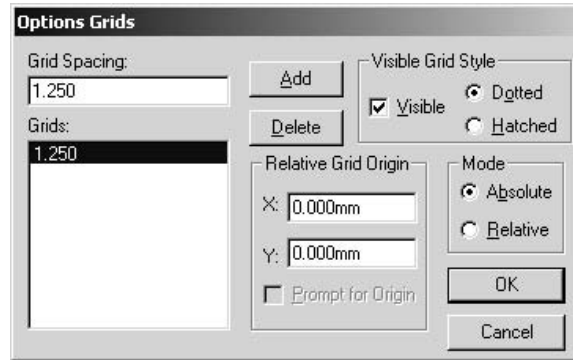

Рис. 3.2.2
2). Установить новую сетку графического редактора с шагом, кратным расстоянию между выводами микросхемы, например, равным 1,25 мм. Для чего выполнить команды **Options/Grids**. Появляется одноименное диалоговое окно Options Grids. В области Grid Spacing набрать на клавиатуре 1.25 и щелкнуть по кнопке Add (рис. 3.2.2.). Щелкнуть по кнопке ОК.